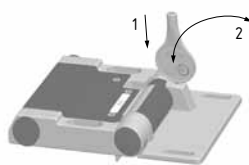

Fig. 7
7. Una vez realizada la configuración y la comprobación de los ángulos de conmutación, debe insertarse el tapón para la apertura de ajuste, que se encuentra en la parte trasera de la herramienta de ajuste, en la apertura (1) y moviendo la herramienta lateralmente (2) debe ser partido de ésta (fig. 7).